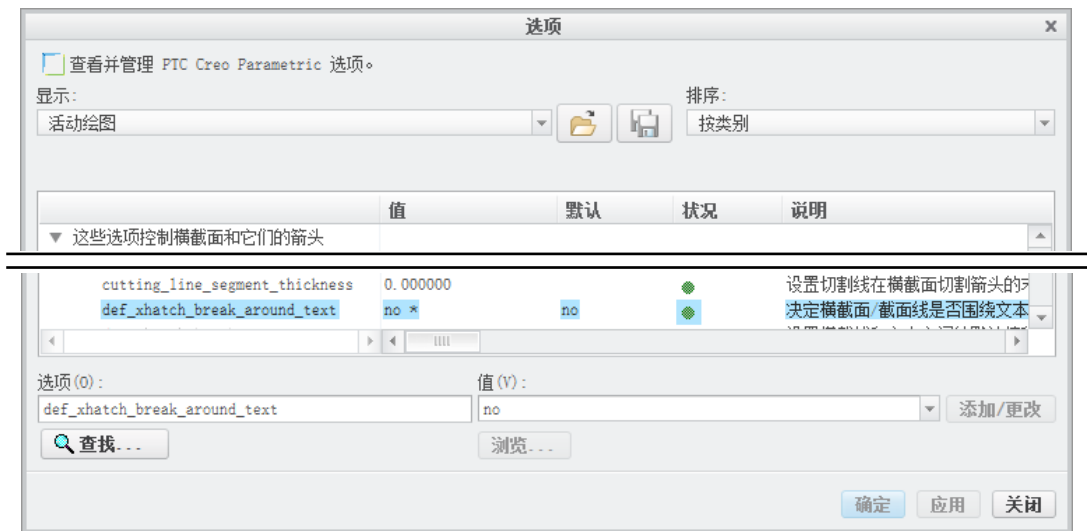

图 5.2.83 “选项”对话框
Step3. 在“绘图属性”对话框中单击 **详细信息选项** 区域的 **更改** 单选项, 系统弹出图 5.2.83 所示的“选项”对话框, 在“选项”对话框左侧的配置文件列表中找到配置文件“def\_xhatch\_break\_around\_text”并单击, 单击图 5.2.83 所示的 **值(V):** 文本框右侧的 , 在系统弹出的选项中选取 **yes** 选项, 单击 **添加/更改** 按钮。